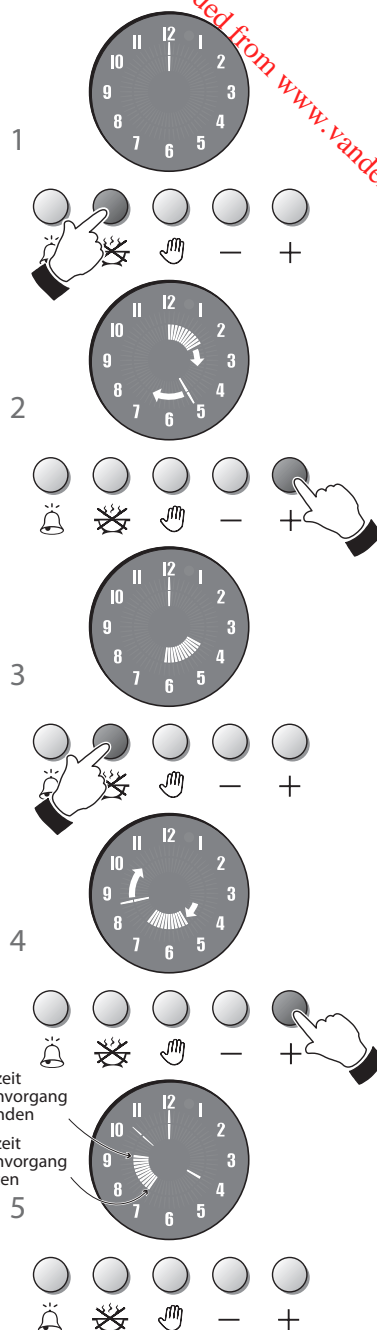

Abb. 5.7
AUTOMATISCHES KOCHPROGRAMM (Abb. 5.7)
1. Abb. 5.7 - Garzeit mit der Taste , einstellen; daraufhin gehen die Uhrzeiger aus und es leuchtet ein Zeiger auf der 12 auf.
2. Abb. 5.7 - Innerhalb von 7 Sekunden die Taste  drücken. Daraufhin leuchtet ein Zeiger auf (wie ein Minuten- oder Sekundenzeiger). Jedes Segment, das nach und nach aufleuchtet, zeigt eine Minute an. Nach jeweils 12 Minuten leuchtet zusätzlich ein inneres Segment auf (5 Segmente entsprechen einer Stunde). Wenn die Zeit versehentlich zu lang eingestellt wird, mit der Taste  korrigieren.
3. Abb. 5.7 - Innerhalb von 7 Sekunden erneut die Taste  drücken; daraufhin gehen die inneren Leuchtsegmente auf die aktuelle Uhrzeit über.
4. Abb. 5.7 - Innerhalb von 7 Sekunden die Taste  drücken. Die Leuchtsegmente gehen auf die Uhrzeit über, zu der der Kochvorgang erfolgen soll. Wenn die Zeit versehentlich zu lang eingestellt wird, mit der Taste  korrigieren.
5. Abb. 5.7 - Nach 7 Sekunden erscheinen wieder die Uhrzeiger und die Leuchtsegmente geben die Garzeit an.